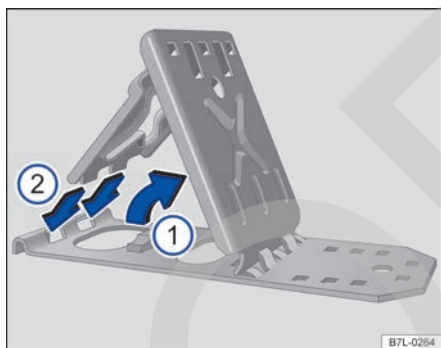

Fig. 217 Desplegar los calzos plegables.
- Levante la placa de apoyo → fig. 217 ①.
- Introduzca las dos “pestañas” de la placa de fijación en los orificios alargados de la placa soporte → fig. 217 ②.